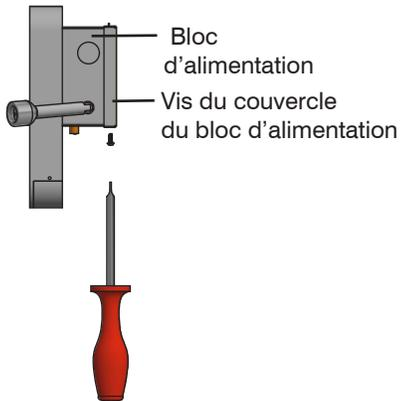

Figure 3
3. Défoncer les débouchures appropriées et les trous de passage des fils sur le couvercle du bloc d'alimentation (figure 3).